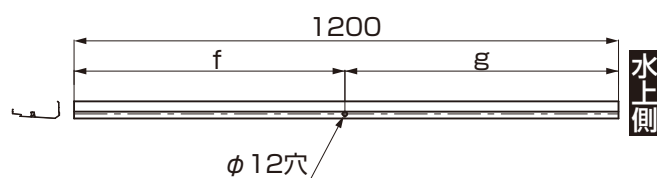
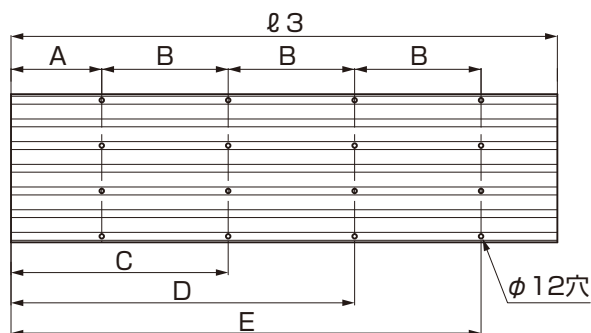

図3-17 側枠上(12延長) 加工位置図
図3-18 折板 加工位置図
①図3-16、図3-17、図3-18、表3-9、表3-10を参照して、側枠と折板を加工してください。